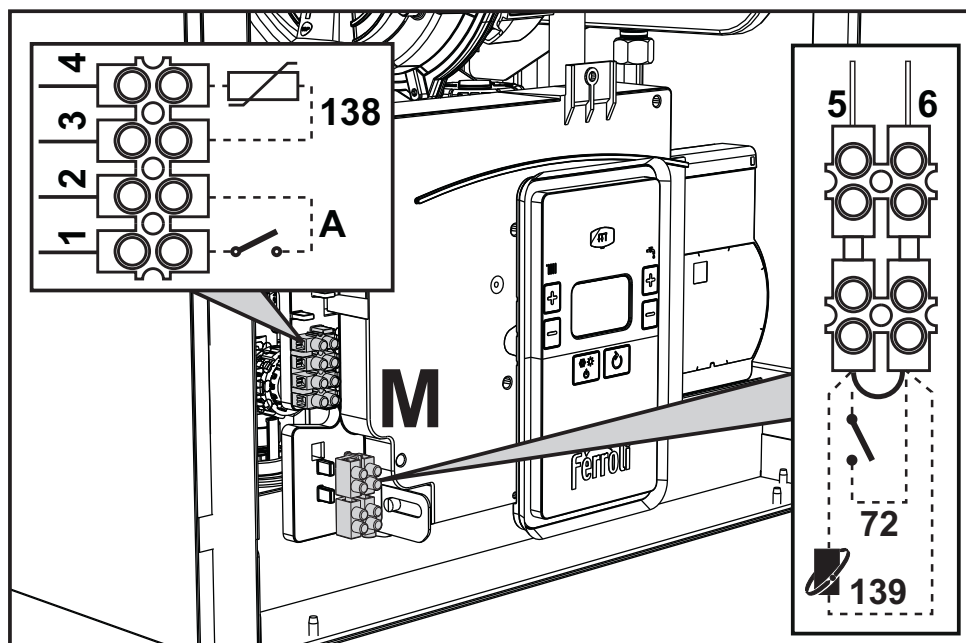
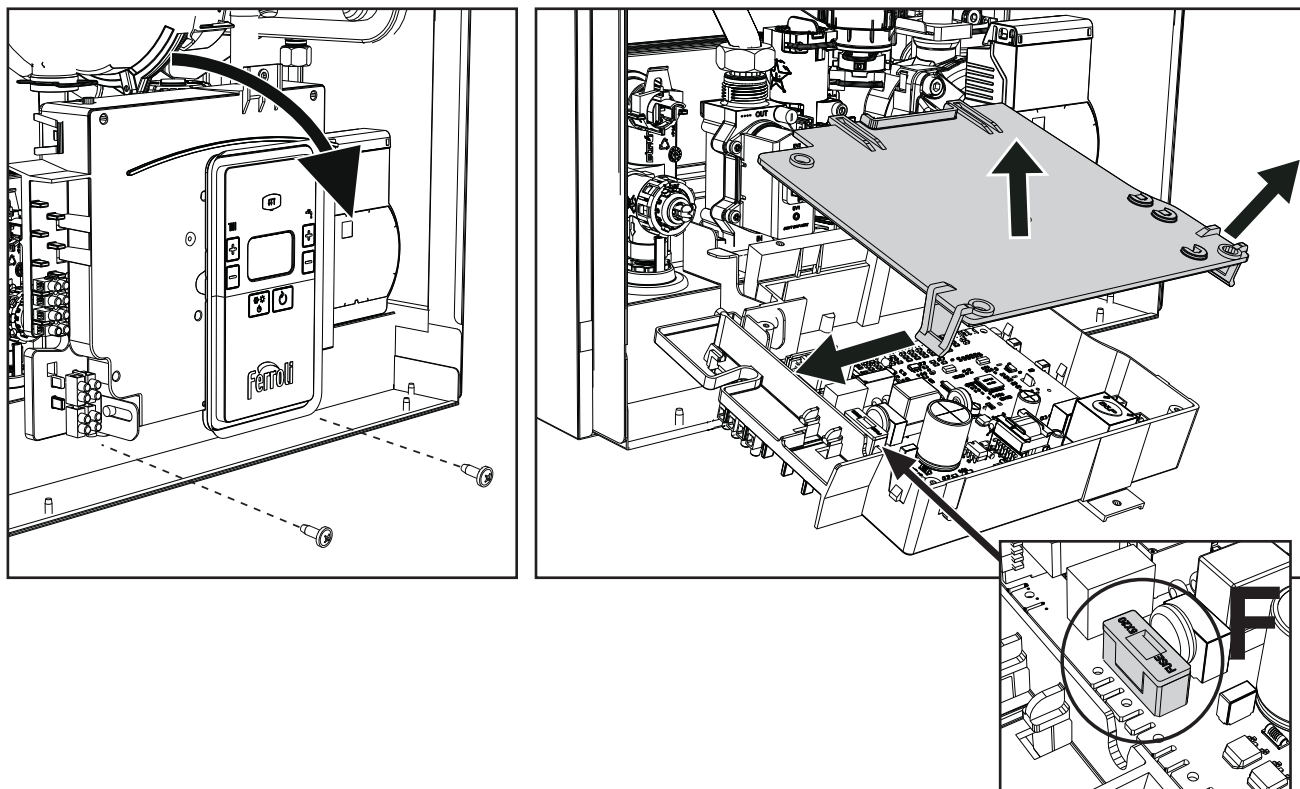

fig. 19
fig. 20
Après avoir retiré le panneau avant ("Ouverture du panneau avant" à la page 89), il est possible d'accéder aux borniers (M) et au fusible (F), en suivant les indications ci-après (fig. 19 et fig. 20). **Les borniers indiqués en fig. 20 doivent être du type à contacts propres (et non pas 230 V).** La disposition des barrettes pour les différentes connexions est reportée dans le schéma électrique au chapitre des données techniques fig. 53.
Configuration interrupteur ON/OFF (A fig. 19)**Tableau 3- Réglages interrupteur A**